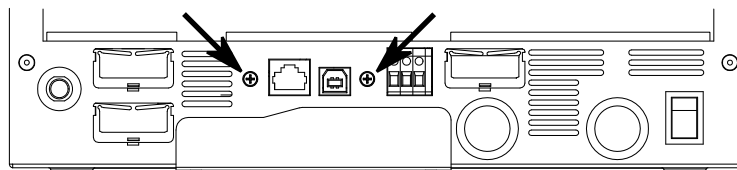

Abbildung 3: Schraubstelle der Kommunikationskarte
- Entfernen Sie die Kommunikationsbaugruppe, indem Sie die beiden Schrauben an der Unterseite des Wechselrichters wie in *Abb. 3* gezeigt entfernen und dann die Kommunikationsbaugruppe nach oben herauschieben. Diese Schrauben werden später benötigt.